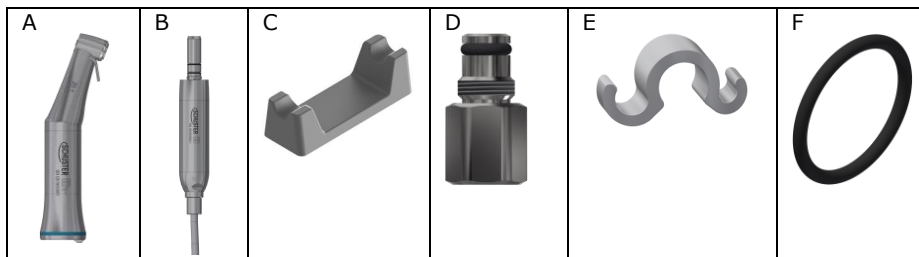

Fig. 19
- Remover o contra-ângulo (A Fig. 19) do micromotor (B Fig. 19);